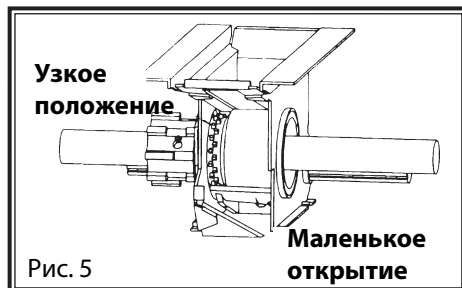

Рис. 5
- Узкое положение с маленькими нишами, используется для мелких семян (рис. 5).
- Она регулирует открытие, чтобы адаптироваться к размеру семян. (рис. 5, 6 и 7).